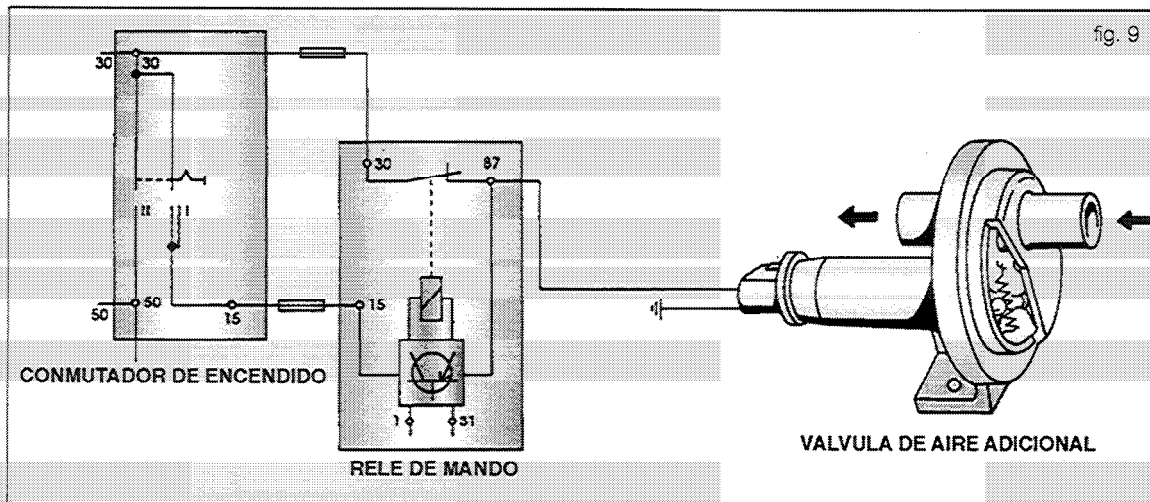

fig. 9
La sección de paso 3B (fig. 8) es pilotada por un cursor rotativo 4, en el cual se ha realizado una hendidura 1A para el paso de aire. El cursor es accionado por una lámina bimetalica (2) calentada por una resistencia eléctrica alimentada permanentemente por el relé del mando (fig. 9).